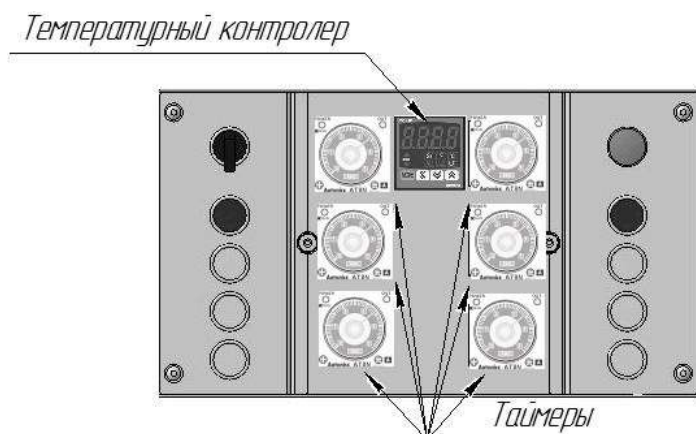

Рисунок 6
2.4.4 Включите переключатель, показанный на рисунок 6.